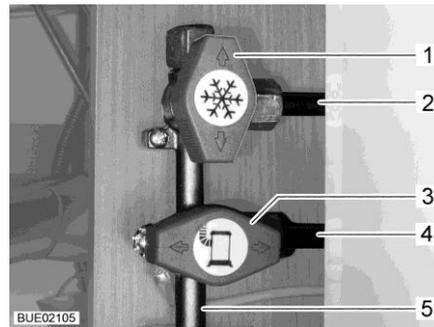

Fig. 170 Posición de las válvulas de paso de gas (ejemplo)
- Abrir:** ■ Poner la válvula de paso de gas del equipo de gas correspondiente en posición paralela (Fig. 170,3) a la tubería (Fig. 170,4) que conduce al equipo de gas.
- Cerrar:** ■ Poner la válvula de paso de gas del equipo de gas correspondiente en posición transversal (Fig. 170,1) a la tubería (Fig. 170,2) que conduce al equipo de gas.